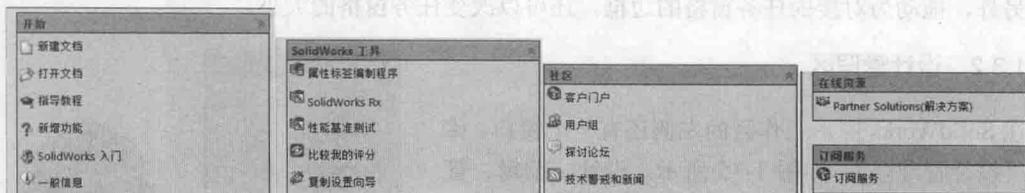

图 1-11 SolidWorks 资源
- 在线资源：提供学习 SolidWorks、了解 SolidWorks 和参与 SolidWorks 应用技术的讨论链接。如图 1-11 所示是 4 个标签的内容。